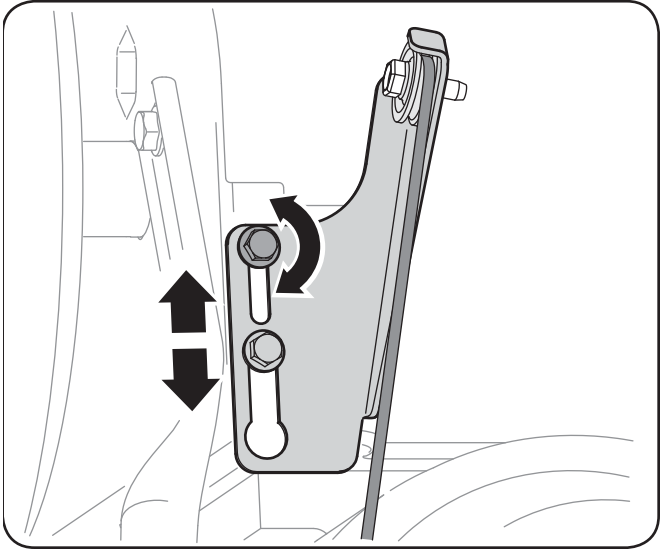

Figure 6-9
2. Desserrez le vis à six pans inférieur sur le support du câble de la transmission. Voir la Fig. 6-9.